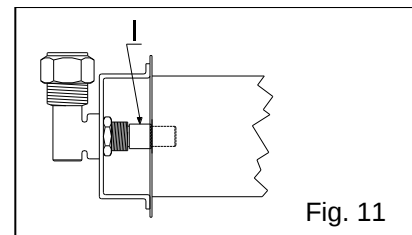

Fig. 11
7.1.1 Tuttapietra e fuochi vivi (Fig. 11)